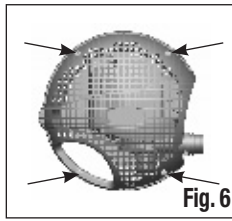
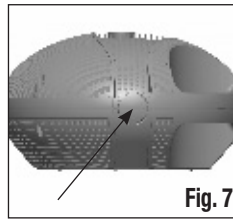
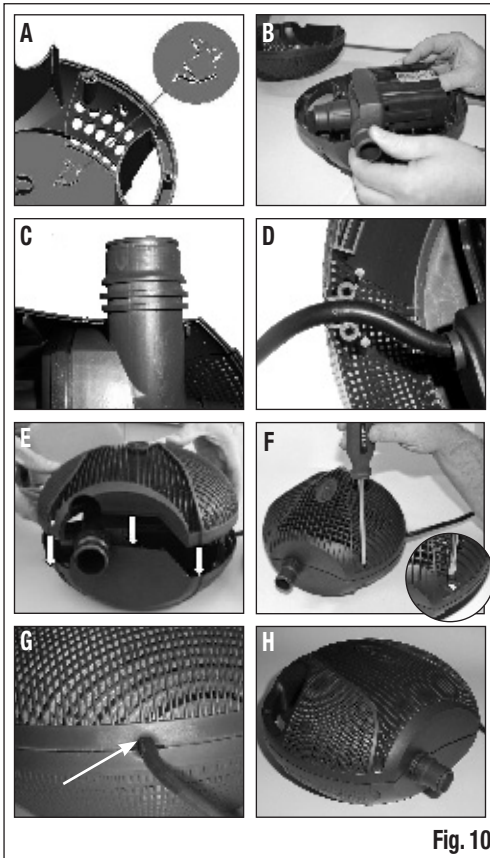

Fig. 6
Fig. 7
Fig. 10
Qualora necessario è possibile inoltre fissare saldamente la pompa su detto basamento, mediante le apposite sedi vite. La particolare forma delle sedi vite permette il rapido aggancio/sgancio della pompa dalla zavorra (vedi Fig. 6).
AVVIAMENTO DELLA POMPA (Fig. 6)
1. Aprire il guscio svitando gli appositi perni a vite di chiusura/apertura rapida presenti sul guscio (**vedi Fig. 6**).
2. Rimuovere con una lama affilata o un cutter la sezione pre-incisa presente sul guscio della pompa (**vedi Fig. 7**).
3. Inserire l'apposito adattatore Remoto (venduto separatamente) (10) nella sede ricavata nella parte posteriore del guscio.
4. Chiudere il guscio avvitando gli appositi perni a vite di chiusura/apertura rapida (**vedi Fig. 6**) assicurandosi che le due metà (superiore ed inferiore) siano propriamente allineate ed accoppiate (**vedi Fig. 10 chiusura Guscio**).
5. Collegare il guscio ed il filtro PowerFlo con un tubo flessibile (non incluso) utilizzando gli appositi innesti rapidi Click Fit (15).